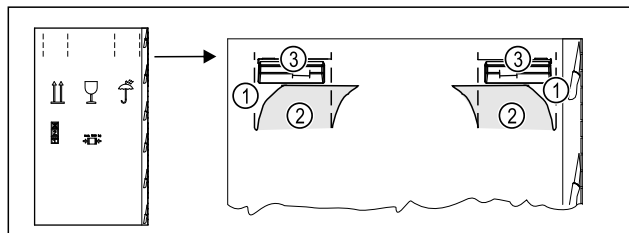

Fig. 6
- ▶ Fent, a perforálásnál Fig. 6 (1) nyomja be a csomagoló kartont.
- ▶ Húzza ki a benyomott fület Fig. 6 (2).
- ▶ A jobb és a bal oldalon látható a hordfogantyú Fig. 6 (3).
- ▶ Tartsa meg a készüléket a hordfogantyúknál Fig. 6 (3).